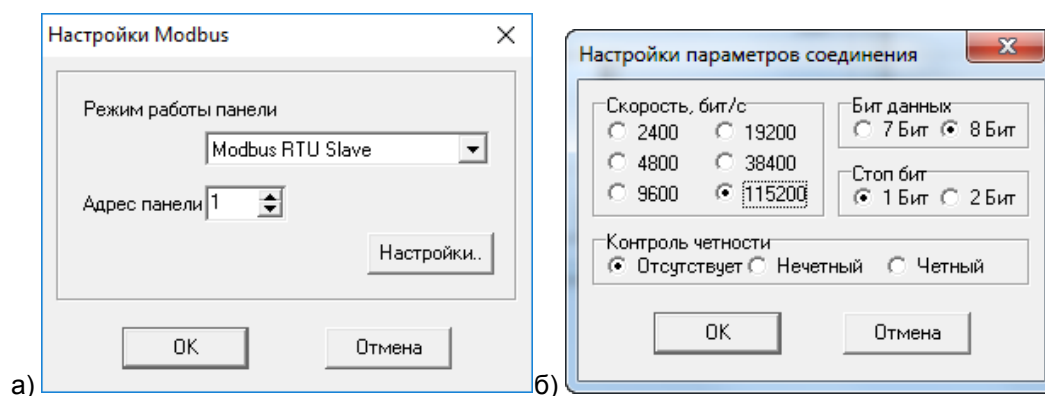

Рисунок 7.1 – Окна «Выбор ПЛК» (а) и «Настройки параметров проекта» (б)
3. В диалоговом окне выбор типа соединения с ПЛК – выбрать Modbus RTU (Slave). см. рисунок 7.1, а.
4. В диалоговом окне выбора типа ПЛК – нажать кнопку «Настройки». В открывшемся окне «Настройки параметров соединения» (см. рисунок 7.1, б) – установить необходимые параметры (аналогичные параметрам соединения в ПЛК): Скорость – 115200, Формат данных – 8 Бит, Стоп бит – 1 Бит, Контроль четности – Отсутствует.